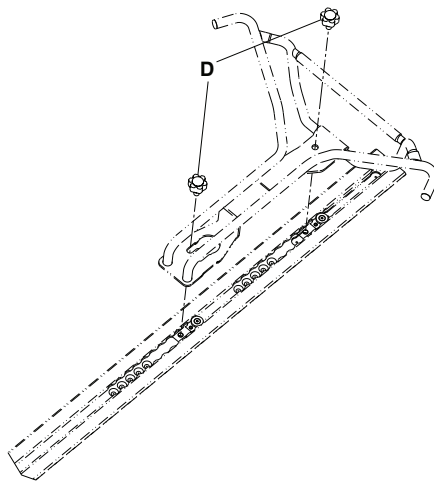

Figura 2 – Ansamblul suportului cu mâner argintii (6390-001-033)
3. Instalați cele două mâner argintii (6390-001-033) pentru a fixa ansamblul suportului (Figura 2). Pentru a instala placa de podea universală, consultați instrucțiunile din secțiunea Instalarea plăcii de podea (6390-001-020).